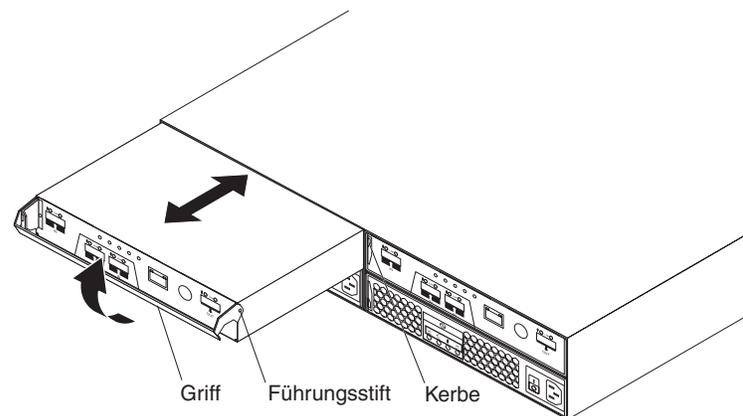

Abbildung 49. Controller entfernen und austauschen
- b. Ziehen Sie den Griff langsam vom Gehäuse weg, um den Controller aus der Position zu entfernen, wie in Abb. 49 dargestellt.
- Stellen Sie sicher, dass die Führungsstifte an der Seite des Controllers in die Kerben am DS3200-Gehäuse eingesetzt sind. Informationen hierzu finden Sie in Abb. 49 auf Seite 101.